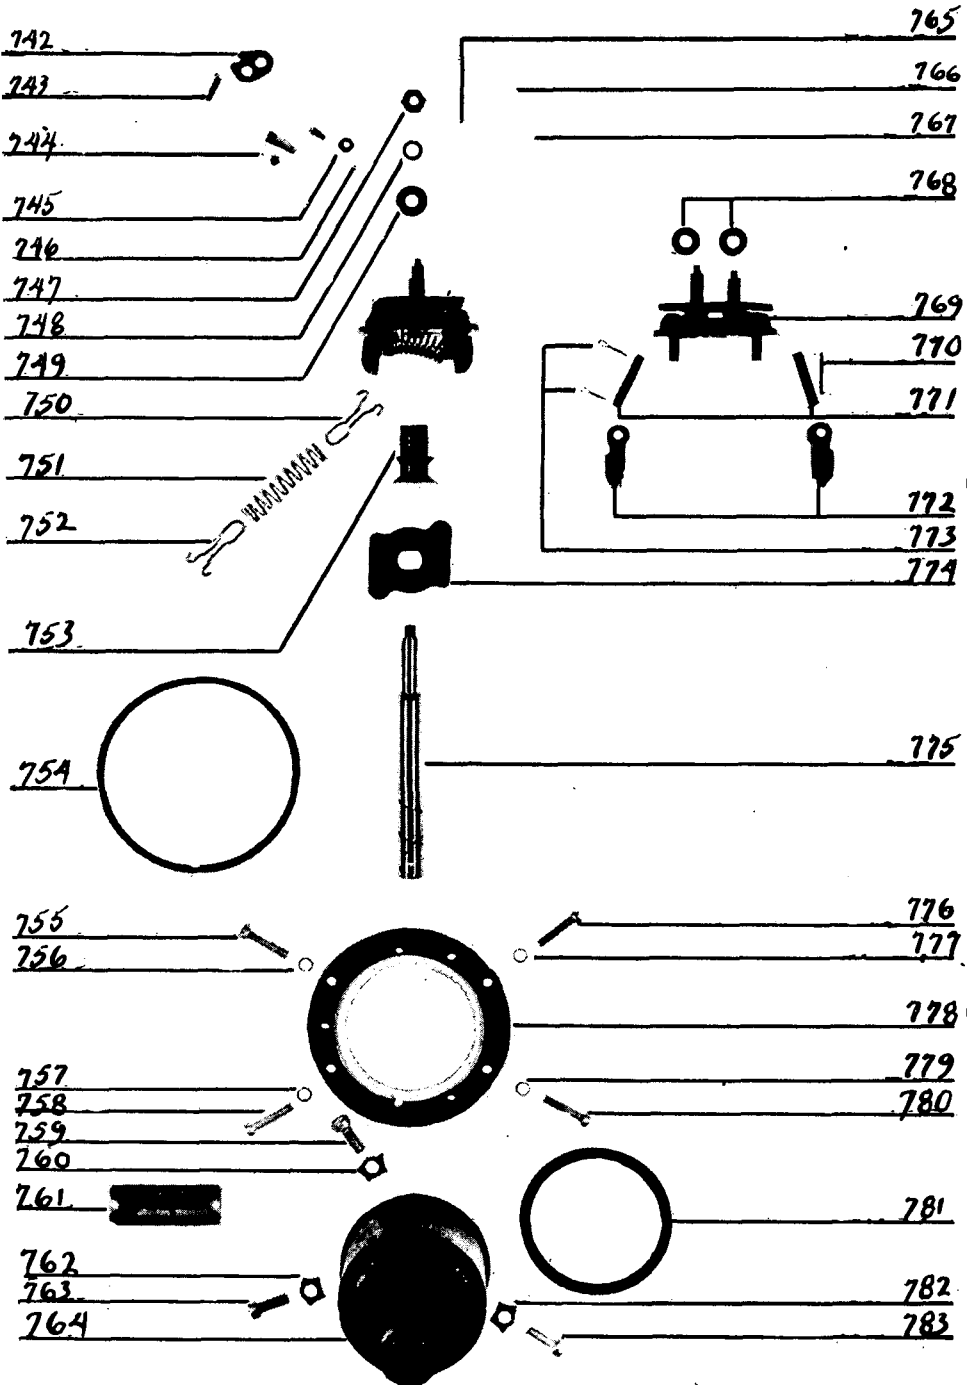

Fig. 15
**WICO - MAGNETO CONT. (Fig. 15)**